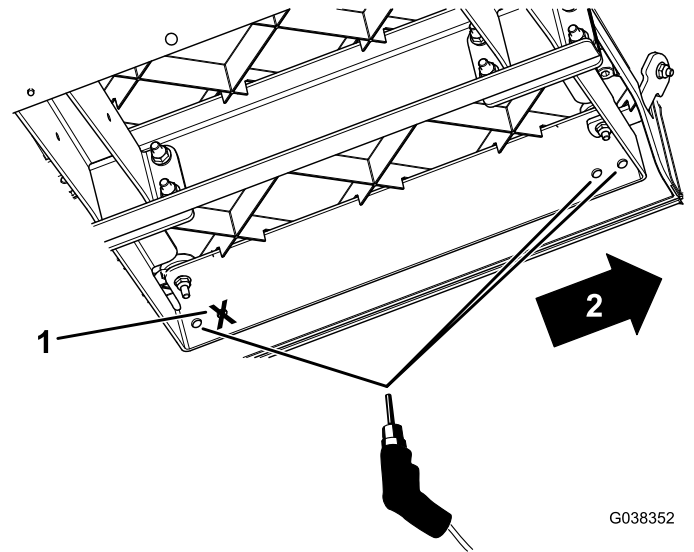

Figura 6
8. Utilizzando i nuovi supporti del pianale come guida, praticate 3 fori (diametro di 3/8") in ciascun pianale (Figura 6).
Importante: Praticate solo i 2 fori anteriori sui nuovi supporti del pianale e il foro posteriore più lontano, come illustrato nella Figura 6.